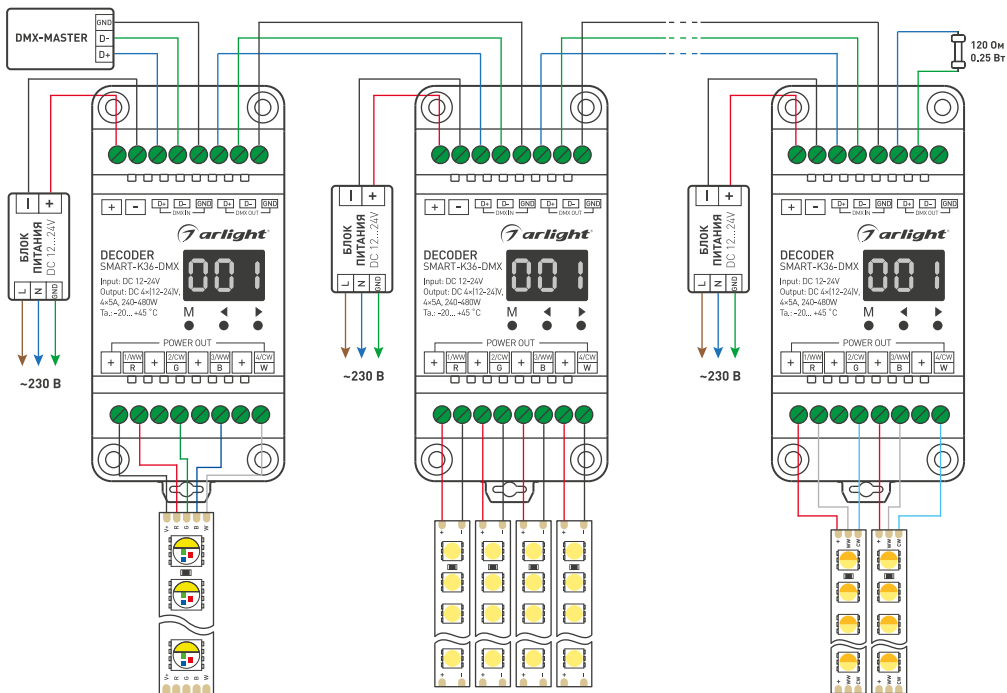

Рисунок 1. Общая схема подключения декодера.
**Примечание.** 1. Если на шину DMX подключается более 32 декодеров или используется слишком длинная линия, необходимо установить усилитель сигнала DMX. На одной линии друг за другом может быть установлено не более пяти усилителей. 2. На передачу сигнала по длинной линии или по линии плохого качества может негативно воздействовать эффект отражения сигнала от конца линии. Для уменьшения уровня отраженного сигнала подключите в конце линии терминальный резистор сопротивлением 90-120 Ом и мощностью 0,25 Вт (см. рисунок 1).